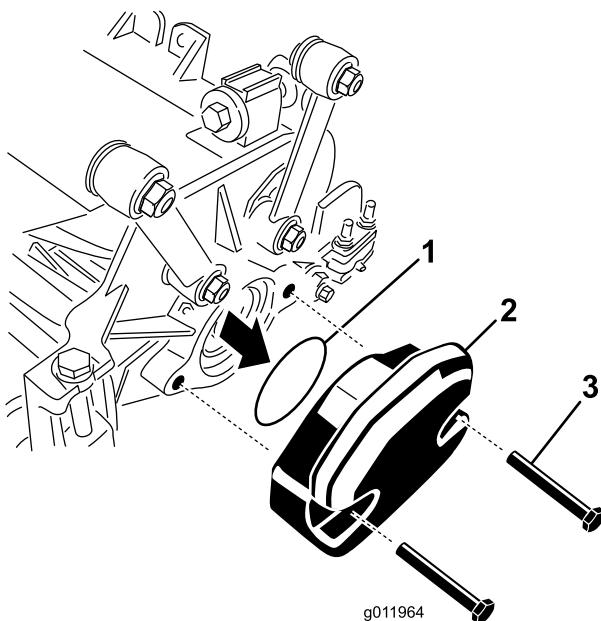

Figure 23
2. Retirez la masse et le joint torique (Figure 23) de l'extrémité intérieure du plateau de coupe droit.